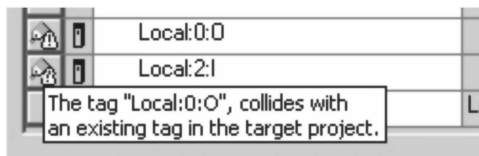

图 13-11 “导入”窗口的警告信息
7. 可以看到, “导入” (Import) 窗口中的 I/O 模块显示了警告, 如图 13-11 所示。这些警告表明这些 I/O 模块已存在于项目中。在“操作” (Operation) 列, 可以看到有的单元格显示“使用现有” (Use Existing); 这表示导入时将使用项目中的现有模块。